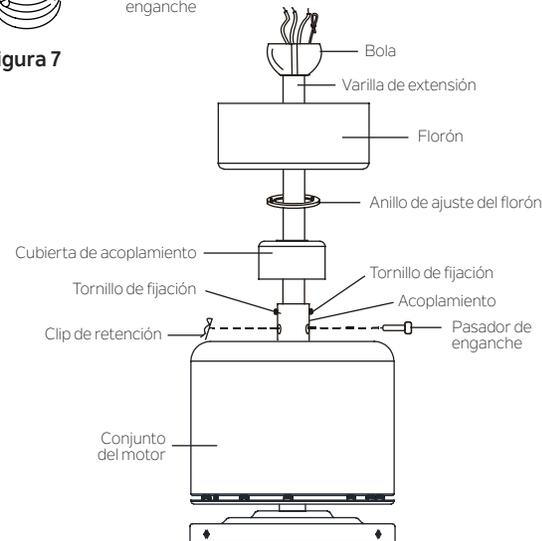

Figura 8
Paso 6. Afloje los dos tornillos de fijación (no los retire) en el acoplamiento de la parte superior del motor. **(Figura 8)**
Paso 7. Introduzca con cuidado los cables del acoplamiento de la parte superior del conjunto del motor a través de la varilla de extensión. **(Figura 8)**
Paso 8. Enrosque la varilla de extensión en el acoplamiento de la parte superior del conjunto del motor hasta que los orificios del pasador de enganche en la varilla de extensión y los orificios del pasador de enganche en el acoplamiento estén alineados. Inserte con cuidado el pasador de enganche a través de los orificios del acoplamiento y la varilla de extensión. **(Figura 8)**
Inserte el clip de retención a través del orificio cerca del extremo del pasador de enganche hasta que encaje en su posición de bloqueo. **(Figura 8)**
Paso 9. Apriete firmemente los dos tornillos de fijación en el acoplamiento de la parte superior del conjunto del motor. **(Figura 8)**
Paso 10. Deslice cuidadosamente la cubierta de acoplamiento, el anillo de ajuste del florón (con el lado de acabado liso orientado hacia el cuerpo del motor) y el florón en la varilla de extensión. **(Figura 8)**